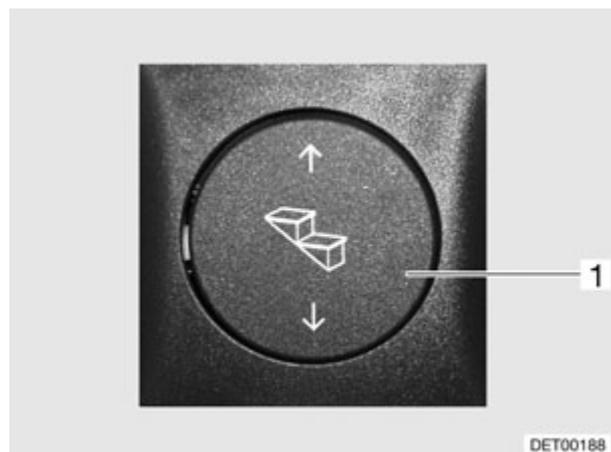

Fig. 4 Commutateur de commande marchepied (variante 2)
- Appuyer sur le commutateur à bascule (Fig. 4,1) vers le bas jusqu'à ce que le marchepied soit entièrement sorti.
- Appuyer sur le commutateur à bascule (Fig. 4,1) vers le haut jusqu'à ce que le marchepied soit entièrement ressorti.